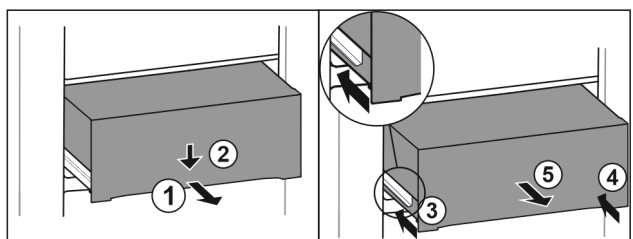

Fig. 166
- ▶ Витягніть ящик на половину. Fig. 166 (1)
- ▶ Спрямуйте висувний ящик вниз спереду. Fig. 166 (2)
- ▶ Вставте ліву рейку приблизно на 2 см. Fig. 166 (3)
- ▶ Вставте праву рейку приблизно на 2 см. Fig. 166 (4)
- ▶ Вийняти висувний ящик рухом вперед. Fig. 166 (5)